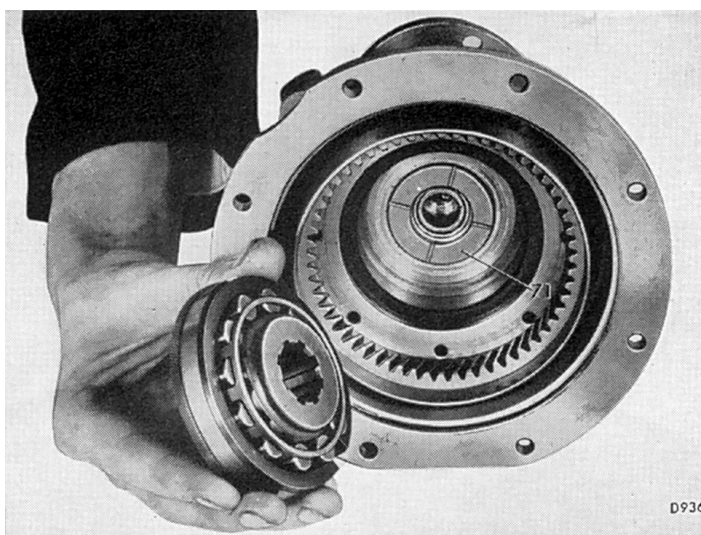

Fig. 24. Montage de l'embrayage uni-directionnel à la couronne
Remettre la rondelle de butée (71) et l'embrayage unidirectionnel (Fig. 24) en transférant directement l'embrayage de l'outil de montage. Mettre le déflecteur d'huile de cuivre (68) et bloquer avec le circlip (67).